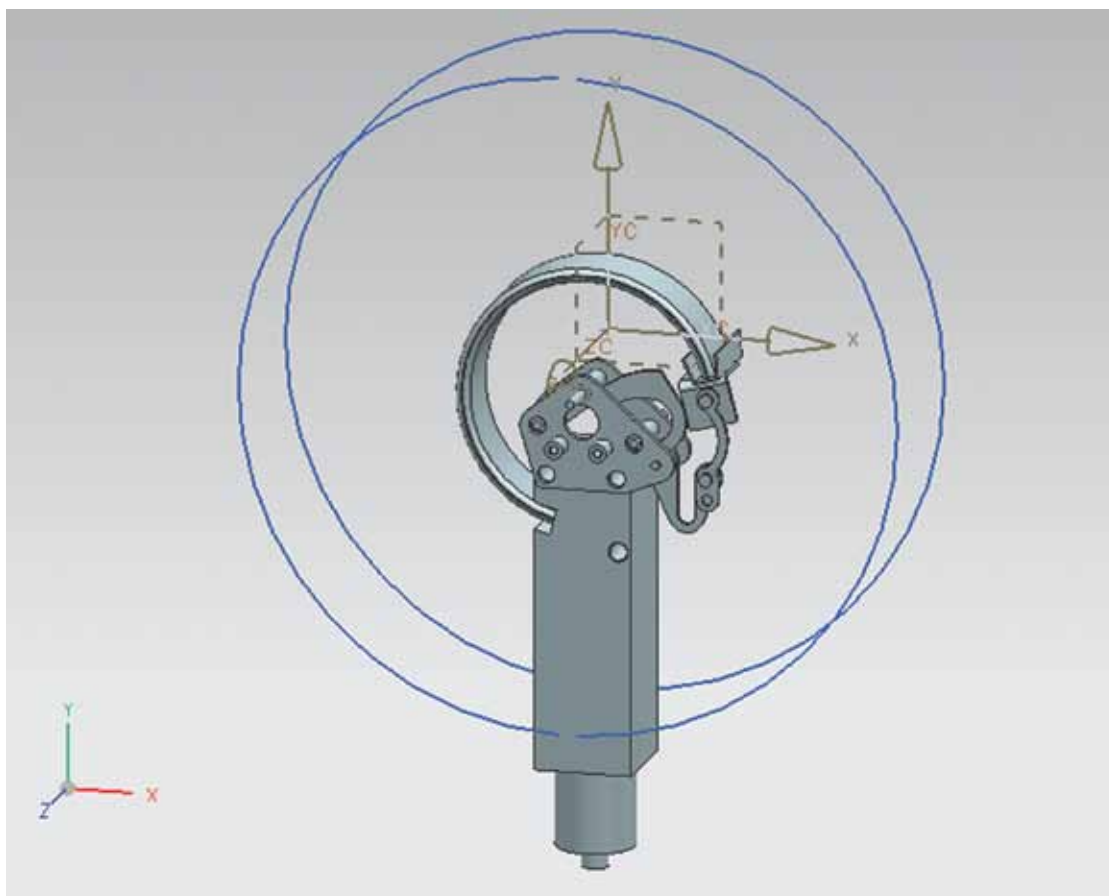

Рисунок 4.12
- Мы определили в файле детали body.prt собственный ссылочный набор, в который входит окружность и две дуги. Теперь воспользуемся этой информацией на уровне сборки, то есть заменим существующий ссылочный набор на набор LINES. Для этого в Навигаторе выделим компонент body и в контекстном меню выберем **Заменить ссылочный набор > LINES**. Если все сделано правильно, то результат будет похож на рисунок (рис. 4.12).